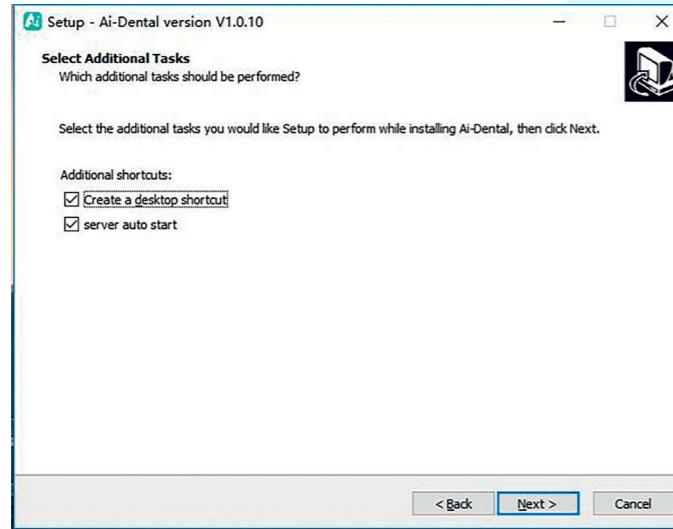

Figura 7
4.1.6 Defina se deseja criar um atalho na área de trabalho e a inicialização automática do servidor e clique no botão «Next» (Avançar) após a conclusão, conforme mostrado na Figura 7: